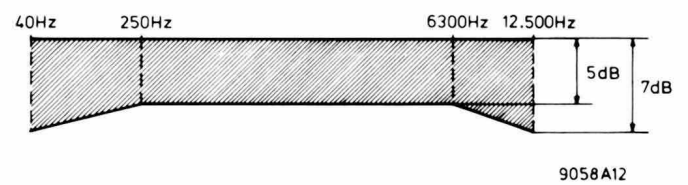

Fig. 11d
- A la Fig. 11d on trouvera les limites de la caractéristique imposées par la norme DIN 45500. En général il est facile de bien régler la courbe dans les limites de 3 dB.